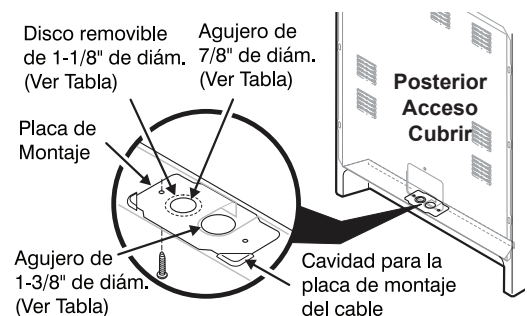

Fig. 9
Se debe retirar la cubierta de acceso trasera (Fig. 9). Para retirar, afloje el tornillo central (un tornillo) y retire la cubierta de acceso. Así se puede tener acceso al tablero de bornes.
NOTA: El rango se envía de fábrica con orificio de 1-3/8" de diámetro, como se muestra. Para usar 7/8" de diámetro. orificios o orificios de 1-1/8" de diámetro se refieren a la Fig. 9.
1. Siga las instrucciones de instalación del fabricante suministradas con el sujetacable e instale (Además vea las Figs. 9, 10 y 11).
5. Asegúrese de que todas las tuercas estén firmemente apretadas y vuelva a colocar la cubierta de acceso trasera (Ver Fig. 9).
3. Asegúrese de que todas las conexiones estén firmemente apretadas y vuelva a colocar la cubierta de acceso trasera (Vea Fig. 9).
5. (Conexiones permanentes trifilares y tetrafilares) Asegúrese de que todas las tuercas estén firmemente apretadas y vuelva a colocar la cubierta de acceso trasera (Ver Fig. 9).